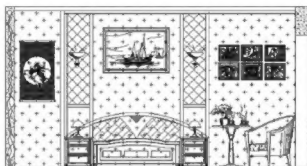

图 9-39
**步骤4:** 使用插入块工具 $\text{I}$ , 将装饰画和壁灯插入文件中, 如图9-39所示。